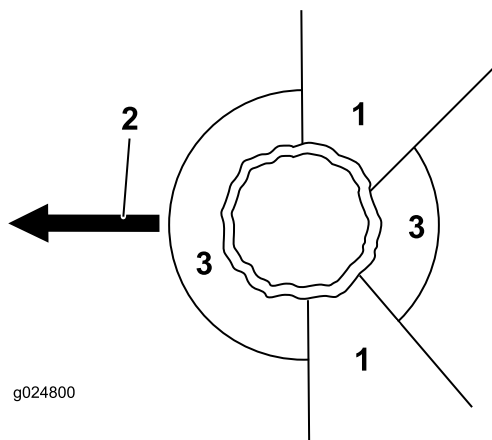

Figura 15
- Determine una vía de escape despejada y segura para retirarse de la zona de peligro, consulte Figura 15.